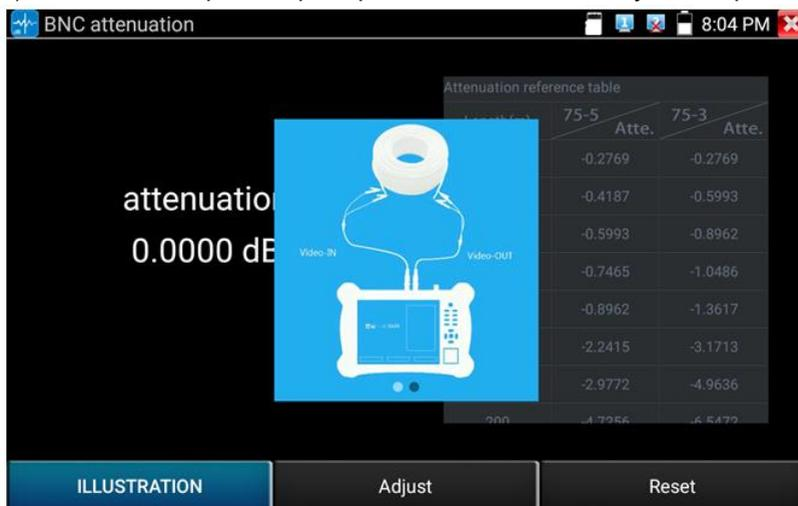

Рис. 126 Результат работы инструмента
2) После калибровки прибор покажет степень затухания, рис. 126